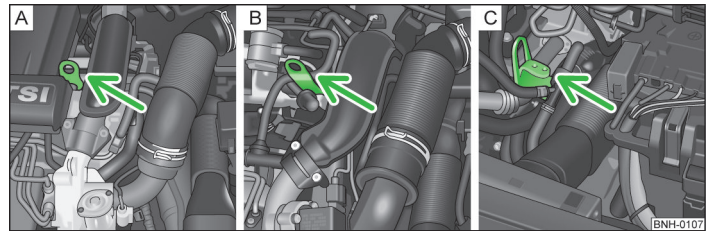

Abb. 118 Starthilfe - das START-STOPP-System
- 1,2 l/63 kW TSI und 1,2 l/77 kW TSI Motoren » Abb. 118 - **A**
- 1,4 l/90 kW Motor » Abb. 118 - **B**
- 1,6 l/77 kW TDI CR Motor » Abb. 118 - **C**